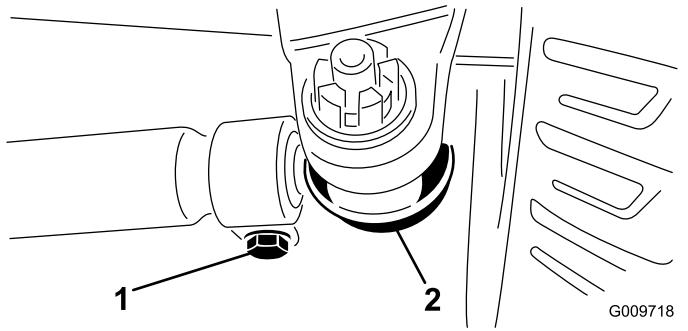

図 44
2. 調整が必要な場合は、タイロッドのボールジョイントのコッターピンとナットを外す **図 44**。次に、タイロッドのボールジョイントをアクスルケースのサポートから外す。
3. タイロッド両側のクランプをゆるめる図 44。